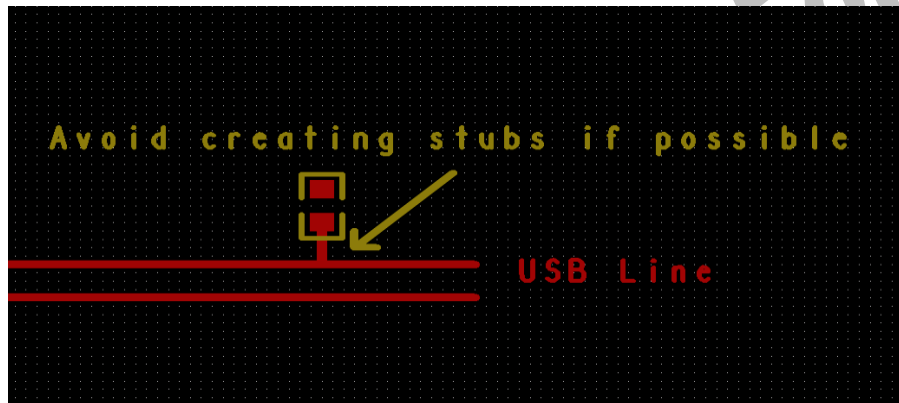
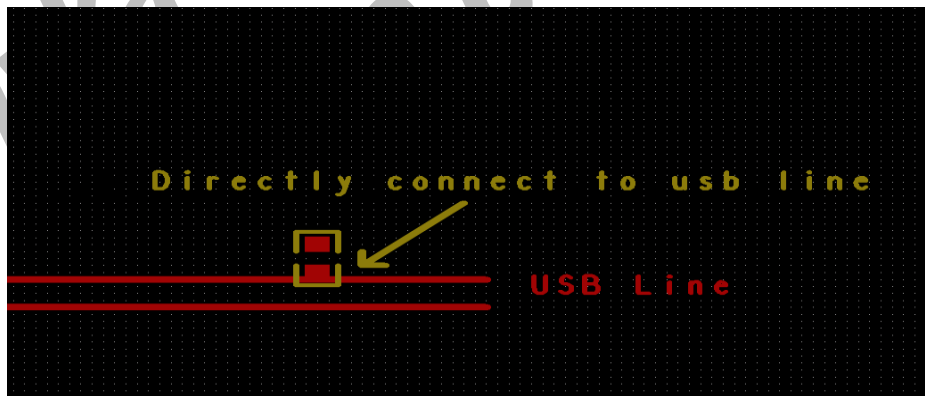

图 2-12 不推荐的短桩走线
图 2-13 推荐的短桩走线
- 3) 差分线绘制时，应使用 45° 弯角或圆弧弯角代替 90° 弯角。差分线走线需尽量短且等长，长度相差较大时，可绘制蛇行线增加短线长度。测试点直接放置在差分线上，避免短桩走线，应避免如图 2-12 所示布局，推荐的短桩走线如图 2-13 所示。